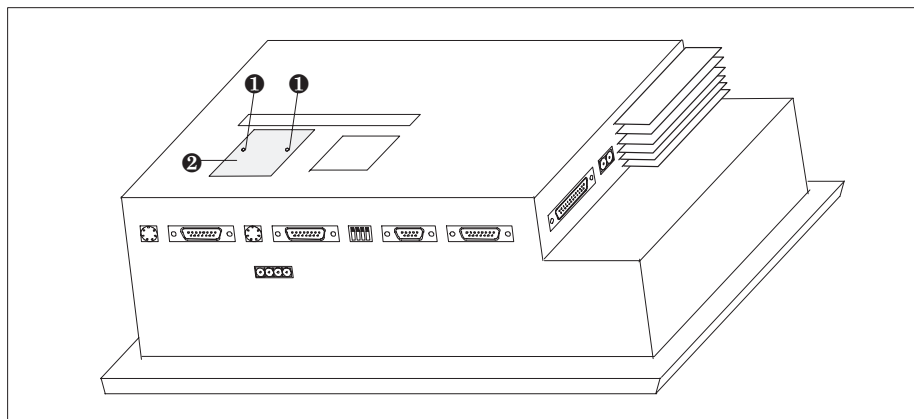

Figure 17-1 Retirer le couvercle (exemple du TP37)
2. Détachez les deux rivets ❶ et, comme dans la figure 17-1 où le TP37 est pris comme exemple, retirez le couvercle repéré par ❷ de la face arrière du Touch Panel.